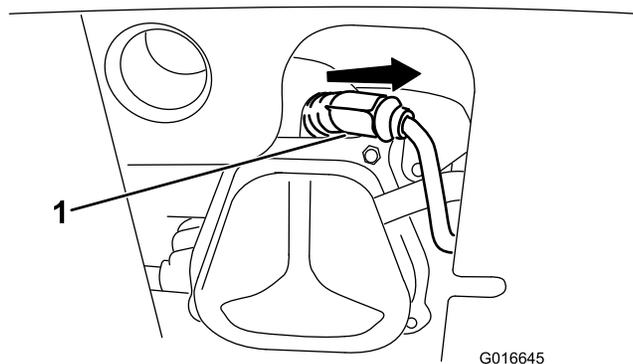

Figure 48
1. Enlevez le capuchon (Figure 48).